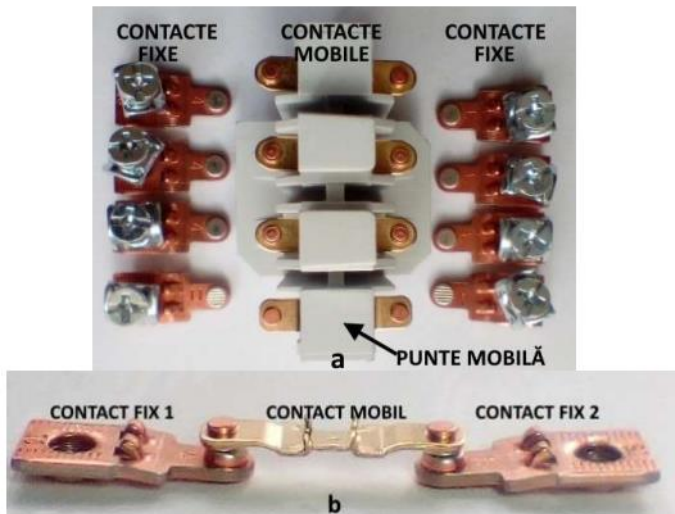

Fig. 5 Contactele contactorului electromagnetic
c. Contactele contactorului (Fig. 5) au rolul de a închide sau deschide circuitul de alimentare cu tensiune a unui motor electric. Un contactor are mai multe grupe de contacte. Fiecare grupă de contacte este formată dintr-un contact mobil și două contacte fixe.